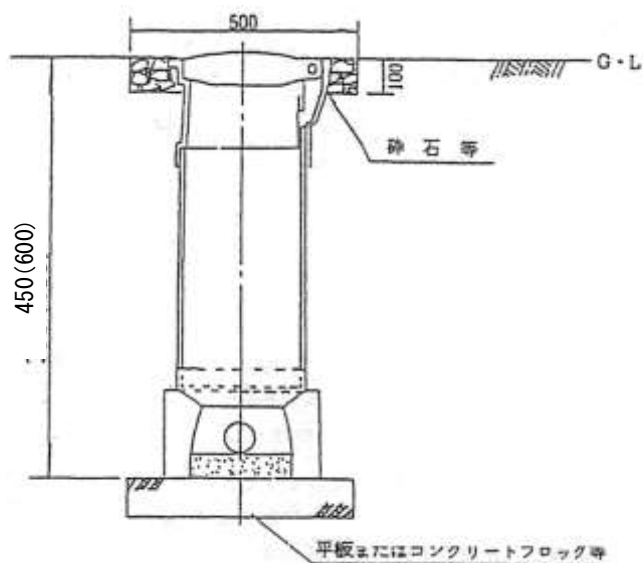

図 3.6-1 止水栓甲筐の設置標準図
- ① 荷重の加わるおそれのある場所については、図 3.6-1に示すとおり、筐の下部に平板又はコンクリートブロック等を置き、給水管に直接影響を与えないようにすること。
- ② 据付けにあたっては、伸縮可とうボール止水栓又はボール止水栓（乙）の開閉ハンドルが筐の中心位置にあるようにすること。
- ③ 設置高さは、埋没を防ぐため、地面より若干（約1cm位）高めにし、通行妨害にならない程度にしておくこと。